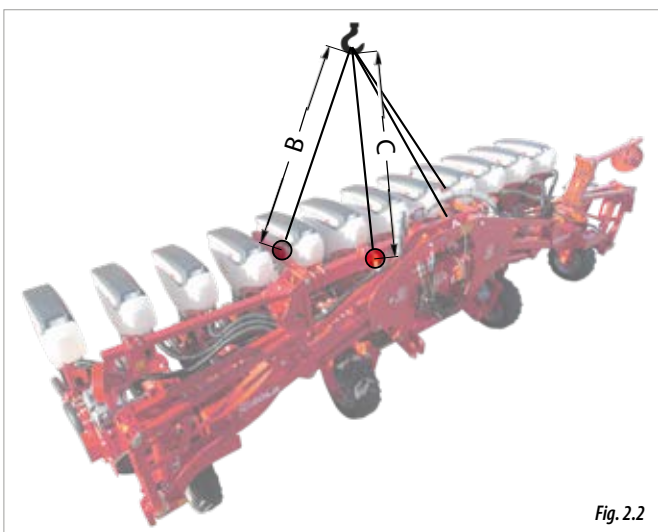

Fig. 2.2
- Versiuni utilaj **RABATABILE** (Fig. 2.2), ÎNCĂRCAREA ȘI DEȘCĂRCAREA va trebui făcută prin intermediul a 4 puncte:
- 2 puncte de cuplare PRINCIPALE, situate pe ȘASIUL tripunctual (B, Fig. 2.2).
- 2 puncte de cuplare SECUNDARE, situate pe picioarele de sprijin (C, Fig. 2.2).
ATENȚIE: RESPECTAȚI DISTANȚELE: **B ȘI C** (2 METRI) PENTRU A EVITA DETERIORAREA UTILAJULUI ÎN TIMPUL PROCESULUI DE RIDICARE (FIG. 2.2).